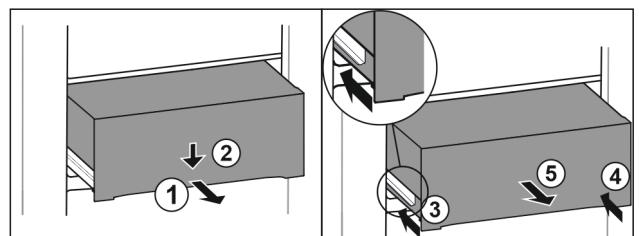

Fig. 80
- Zásuvku napůl vytáhněte. Fig. 80 (1)
- Stlačte zásuvku na přední straně dolů. Fig. 80 (2)
- Zasuňte levou kolejničku přibližně do 2 cm. Fig. 80 (3)
- Zasuňte pravou kolejničku přibližně do 2 cm. Fig. 80 (4)
- Vyjměte zásuvku dopředu. Fig. 80 (5)